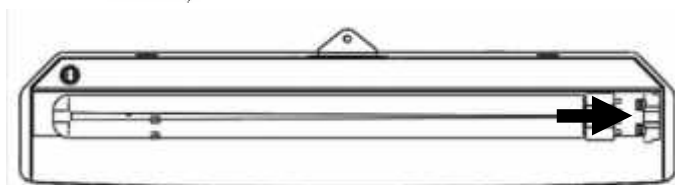

Рис.12
- завести лампу в патрон, рис.12,13